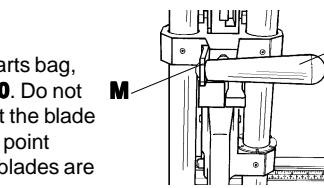
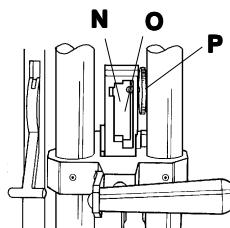

Figure 13
Figure 14
L The **HARDBOARD HANDLE (L)** and **HANDLE BRACKET (M)** are shipped in the box with the **PILLAR POSTS**. Install them to the head as shown in **Figure 13** with the screws and washers provided.
The cutting head has two positions for the **PILLAR POSTS**, (**N**) and (**O**), **FIGURE 14**. The hardboard cutting **PILLAR POST** fits in position (**O**), on the right, while the glass cutting, plastic scoring and mounting board **PILLAR POSTS** locate in the left slot (**N**). The **SPEED SCREW (P)** locks the **PILLAR POST** in place. You can not insert a **PILLAR POST** in the wrong slot.
Der **HARTFASERPLATTENGRIFF (L)** und die **GRIFFHALTERUNG (M)** werden zusammen mit den Haltern in einem Karton geliefert. Wie in **Abbildung 13** gezeigt befestigen Sie diese mit den mitgelieferten Schrauben und Unterlegscheiben am Schneidekopf.
Am Schneidekopf befinden sich zwei Positionen für die **Halter**, (**N**) und (**O**), wie **Abbildung 14** zeigt. Der Hartfaserplattenhalter passt in Position (**O**) auf der rechten Seite. Die **Halter** zum Schneiden von Glas, Karton und Anreißen von Plastik werden im rechten Schlitz (**N**) befestigt. Die **Schnellspannschraube** (**P**) hält den **Halter** fest. Es ist nicht möglich, einen **Halter** in einem falschen Schlitz zu befestigen.
La **POIGNÉE POUR LA COUPE DE L'ISOREL (L)** et **LA BRIDE DE LA POIGNÉE (M)** sont expédiées dans le carton contenant les **OUTILS**. Installez-les sur la tête comme il est illustré dans la **Figure 13**, à l'aide des vis et des rondelles fournies. La tête de coupe a deux positions pour les **OUTILS (N)** et (**O**), **FIGURE 14**. L'**OUTIL** pour la coupe de panneaux MDF se place dans la position (**O**) située sur la droite, tandis que les **OUTILS** pour la coupe sur verre et sur panneaux de montage ainsi que l'**OUTIL** pour l'entaille du plastique se placent dans la fente de gauche (**N**). La **VIS DE SERRAGE (P)** maintient les **OUTILS** à leur place. Il est impossible d'introduire un **OUTIL** dans la mauvaise fente.